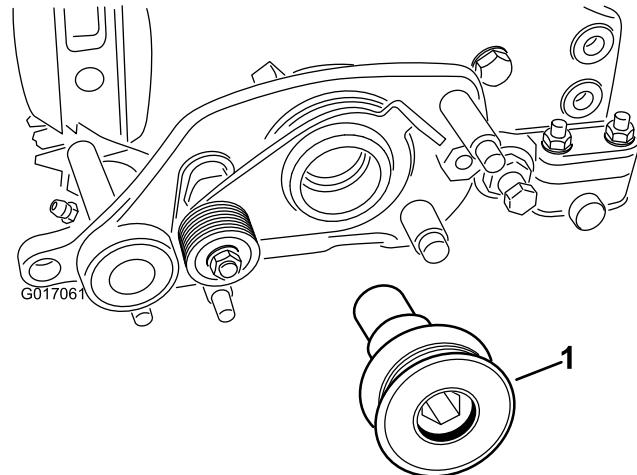

図 8
19. リールシャフトにグルーマ駆動ブーリを固定する図 8。170Nm 17.3kg.m=125ft/lbにトルク締めする。